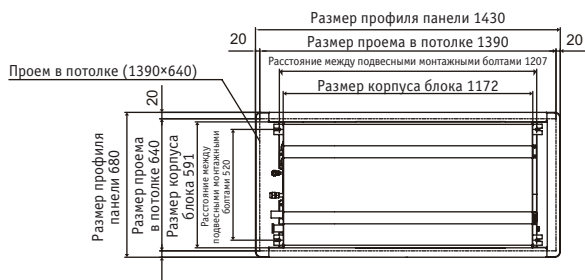

Рис. 5.5
1. Просверлите в потолке отверстия 1390 мм x 640 мм в соответствии с расположением монтажного шаблона (№4 из комплекта). См. рис. 5.5.